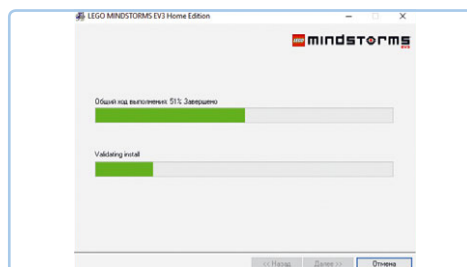

Рис. 1.10. Процесс установки. Запустите программу установки, дважды щелкнув мышью по файлу, который вы скачали
3. В операционной системе Windows дважды щелкните мышью по файлу, который вы только что скачали, и установите программное обеспечение в соответствии с инструкциями, отображенными на экране (рис. 1.10). В операционной системе macOS дважды щелкните мышью по файлу с расширением **.dmg**, который вы скачали, а затем дважды щелкните мышью по появившемуся пакету. Для установки программного обеспечения следуйте инструкциям на экране.